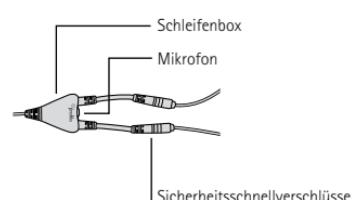

Abbildung 7
- ▶ Schliessen Sie die Sicherheitsschnellverschlüsse korrekt (Abbildung 7).
Die Sicherheitsschnellverschlüsse müssen korrekt geschlossen sein, damit das Signal übertragen werden kann – sie sind lückenlos zu schliessen (Abbildung 7).